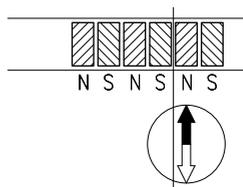

Abb. 9: Ermittlung der Polarität. Trennung des Magnetbandes.
- Wenn erforderlich mit Kompassnadel kontrollieren, wo sich die Pole am Magnetband befinden (Abb. 9).